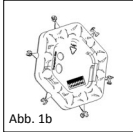
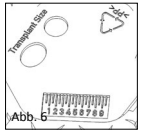

Abb. 1b
Abb. 6
■ **Abb. 1b/6** Die eingearbeiteten Schablonen auf der Rückseite der Sizer Disk (Abb. 1b) zeigen die Minimalgröße des Transplantats zur Unterfütterung des Trommelfells (Abb. 6). Oval: Bei ovaler Prothesenkopfflatte. Rund: Bei runder Prothesenkopfflatte.
■ **Abb. 6** Die Millimeterskala dient allgemeinen Vergleichsmessungen, die im Rahmen einer Mittelohroperation hilfreich sein können. Grundsätzlich kann die Rückseite auch als Ablage oder Präparationsfeld für diverse Vorgänge, wie z.B. der Transplantatbearbeitung oder Zwischenlagerung, verwendet werden.
■ **Fig. 1b/6** The integral templates on the back of the sizer disk (Fig. 1b) correspond to the minimum size of the graft for lining the tympanic membrane (Fig. 6).
■ **Fig. 6** The millimetre scale is used for general comparative measurements, which might be useful during a middle ear operation. Basically, the back can also be used as storage space or a preparation field for various processes, such as working on the graft or for temporary storage.